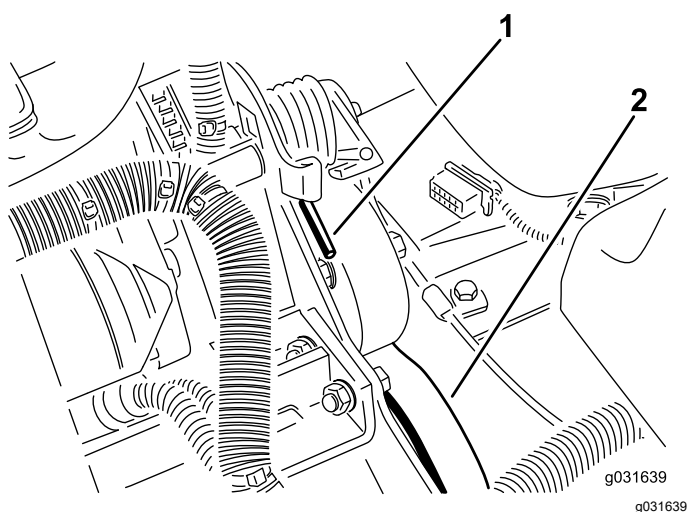

Figura 63
2. Împingeți în jos și înainte capătul arcului pentru a-l desprinde din suport și eliberați tensiunea arcului (Figura 63).